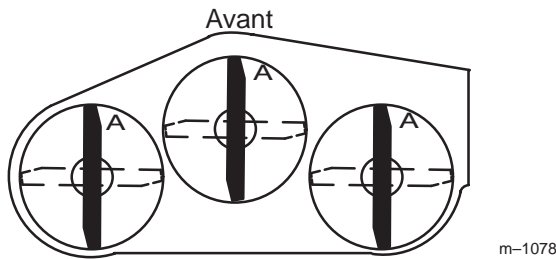
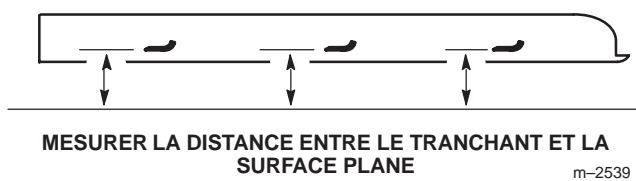

Figure 30
Figure 31
1. Tournez les lames pour qu'elles soient toutes dirigées dans le sens longitudinal (Fig. 30). Mesurez la distance entre la surface plane et le tranchant (position A) des lames (Fig. 31) et notez cette valeur.